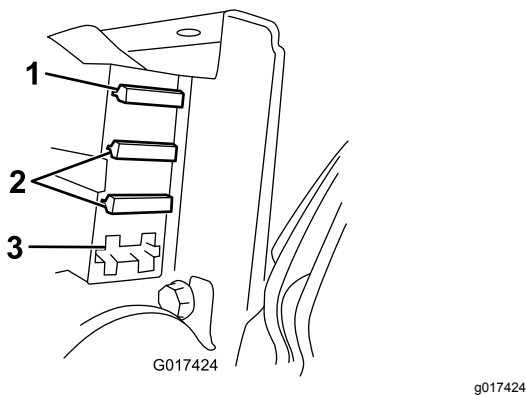

Figure 42
3. Contrôlez les fusibles dans le porte-fusibles (Figure 42).
- Si l'un des fusibles a grillé, remplacez-le par un fusible de tension et d'intensité adéquates (Figure 42).